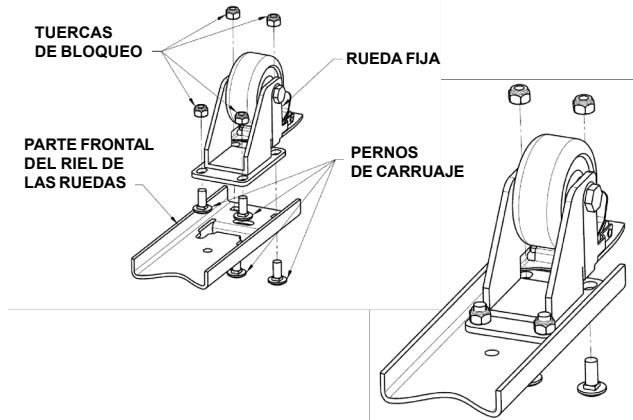

Fig. 3
- Coloque dos (2) pernos de carroaje a través del lado trasero (sin freno) de la rueda fija y sostenga los pernos de carroaje holgadamente en su lugar enroscándolos varias vueltas en las tuercas de bloqueo. No apriete los pernos todavía.
- Inserte los dos (2) pernos de carroaje delanteros a través del lado superior del riel de las ruedas y luego a través de los agujeros delanteros de la rueda. Fije las tuercas de bloqueo a cada perno.
- Apriete bien todas las tuercas de bloqueo usando una llave abierta o de cubo de 1/2" (vea la Fig. 3).